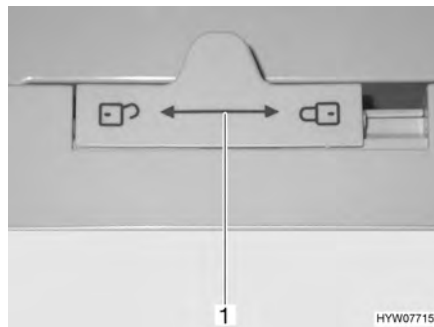

Fig. 193 Bloccaggio della porta del frigorifero (serie Dometic 7)
- Spostare il dispositivo di bloccaggio (Fig. 193,1) verso sinistra "🔒".
- Spostare il dispositivo di bloccaggio (Fig. 193,1) completamente verso destra "🔓".